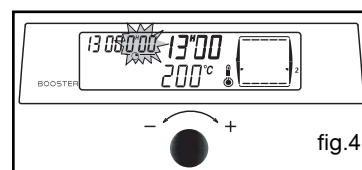

fig.4
Après avoir réglé l'heure, positionnez le sélecteur de programme sur T°C (fig.4).
- 0:00 clignote (fig. 4).